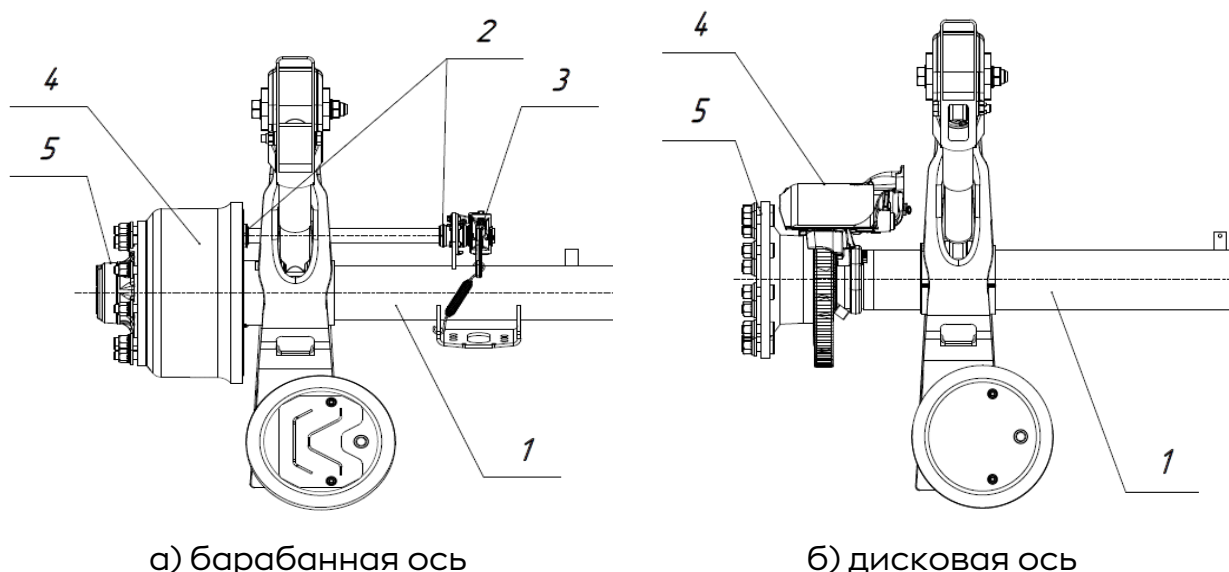

Рис. 2.10 – Оси
Оси полуприцепа (см. рис. 2.10) состоят из осевой балки (1), опор вала разжимного кулака тормозной камеры (2), ручного регулировочного рычага (3), тормозного барабана с колодками (для барабанного тормоза) или суппорта с колодками (4) (для дискового тормоза), а также ступиц (5).